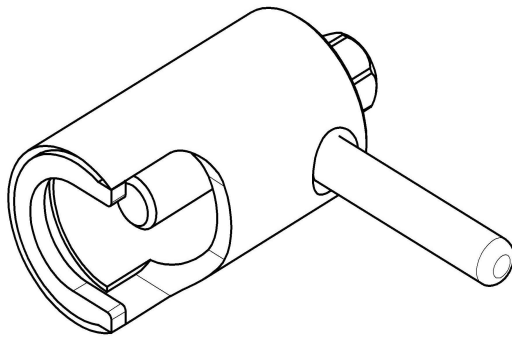

Рис. 29. Съемник крыльчатки.
- снять крыльчатку при помощи специального съемника (см. рис. 29);